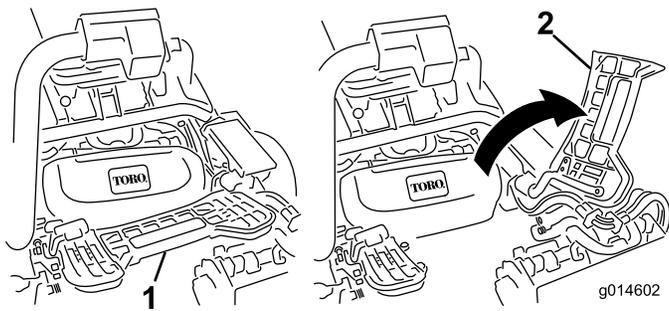

Рисунок 32
1. Поднимите и поверните вверх подножку, открывая доступ к центральному режущему блоку (Рисунок 32).